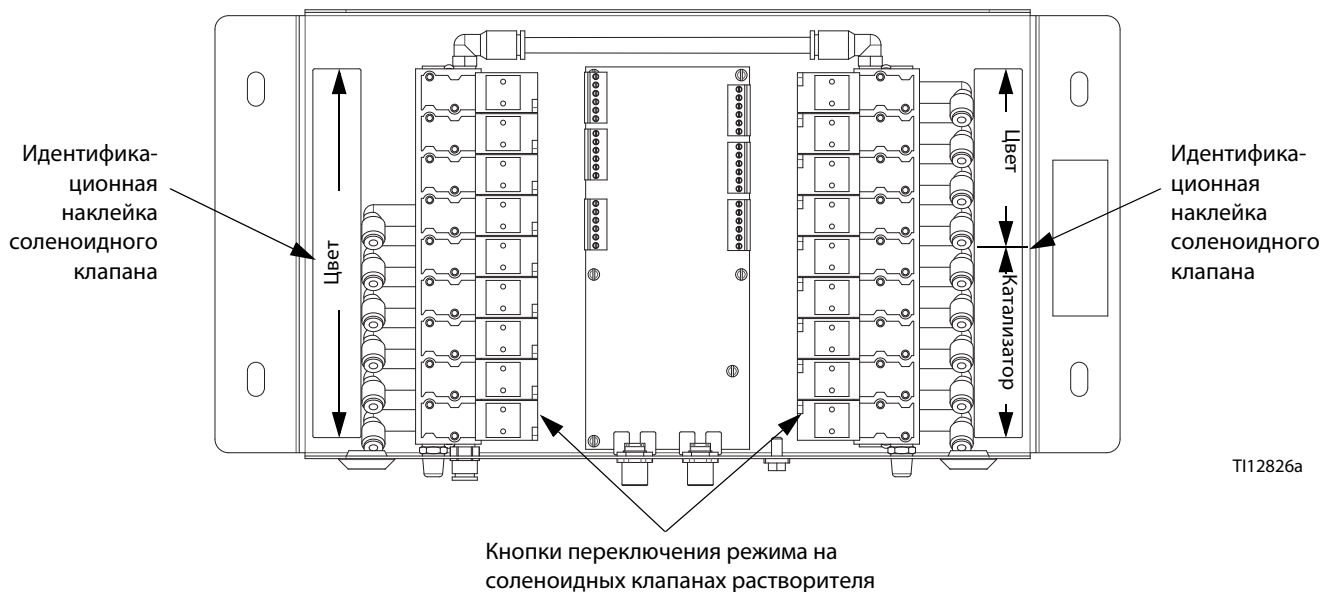

Рис. 2: Соленоидные клапаны смены цвета
4. См. Рис. 2. Откройте модуль смены цвета. Используя идентификационные наклейки на соленоиде в качестве руководства, нажмите и удерживайте кнопку переключения режима на каждом соленоидном клапане смены цвета до тех пор, пока поток из пробоотборного клапана не остановится.
4. См. Рис. 2. Откройте модуль смены цвета. Используя идентификационные наклейки на соленоиде в качестве указателя, нажмите и удерживайте кнопку переключения режима на каждом соленоидном клапане цвета до тех пор, пока поток из клапана сброса А не остановится.
6. См. Рис. 2. Используя идентификационные наклейки на соленоиде в качестве указателя, нажмите и удерживайте кнопку переключения режима на каждом соленоидном клапане катализатора до тех пор, пока поток из клапана сброса В не остановится.